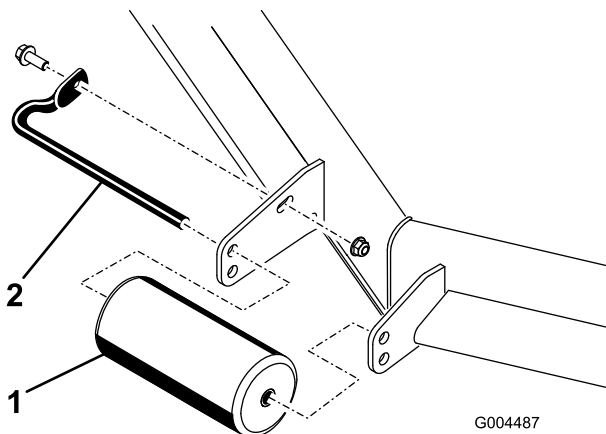

Figura 25
- Retire los herrajes que fijan cada rodillo a la plataforma del cortacésped y mueva los rodillos hacia arriba o hacia abajo según sea necesario; consulte Figura 25 a Figura 29 según corresponda a su cortacésped.